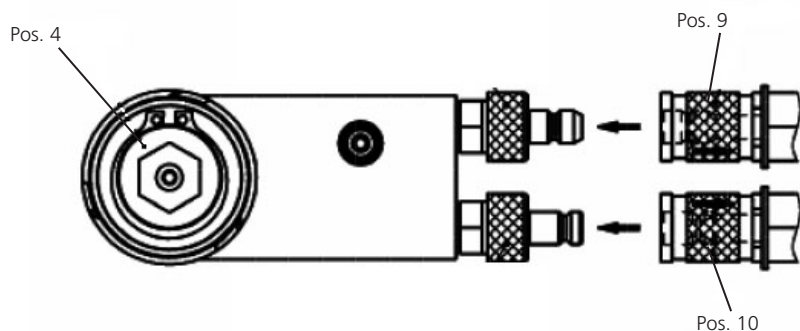

Abb. 4: Adapter mit Schnellkupplungen
- › Saug- und Rücklaufschlauch (DN 6, schwarze Farbe) mit den Schnellkupplungen (Pos.9 und Pos.10) am Adapter (Pos.4) verbinden (siehe Abbildung 4).